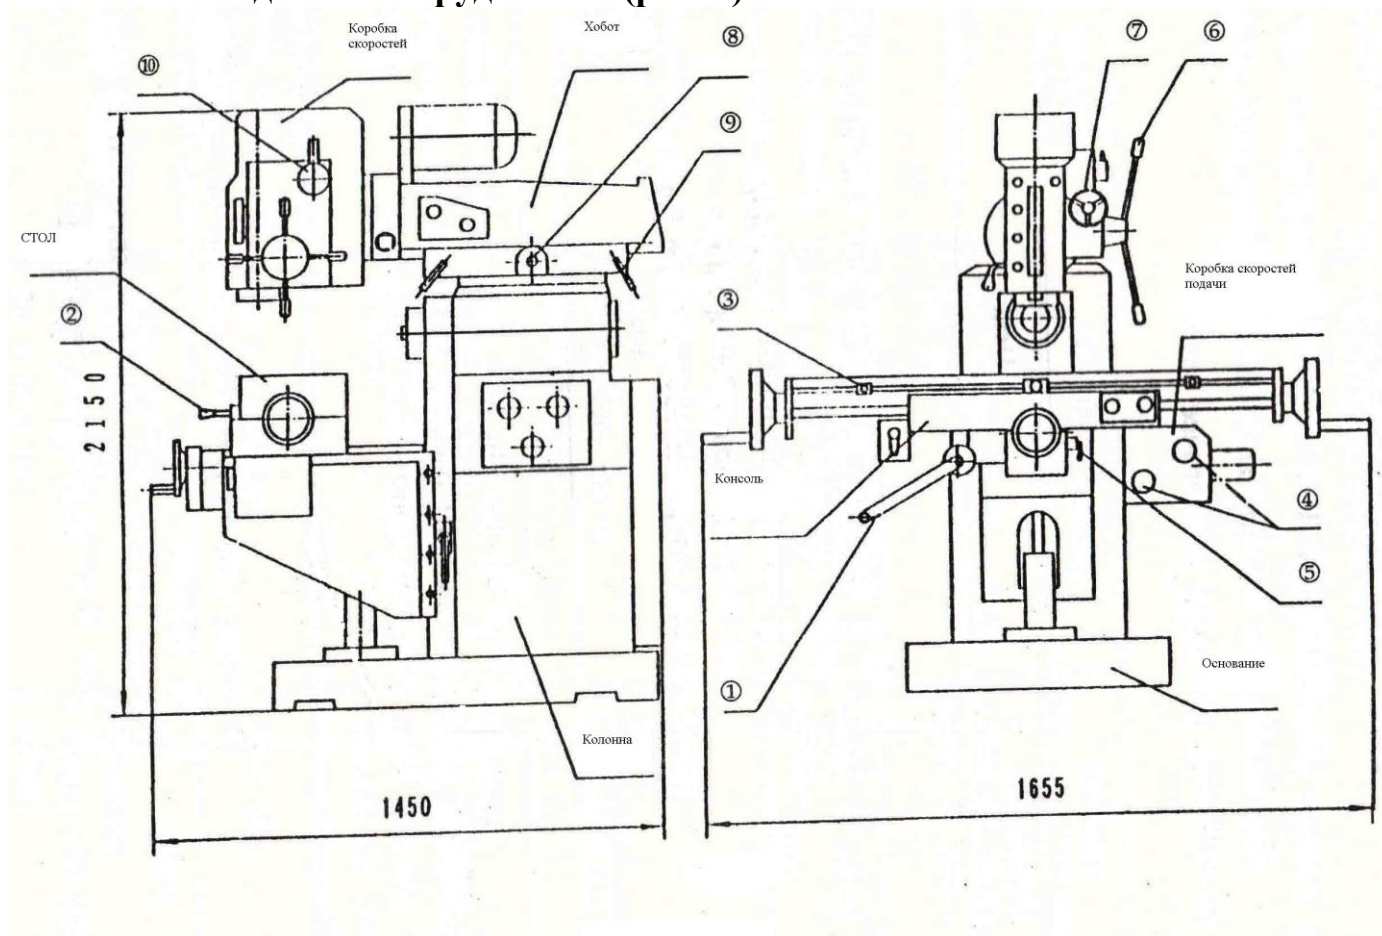

Рисунок 2.
3.2. Узлы и детали оборудования (рис. 2).